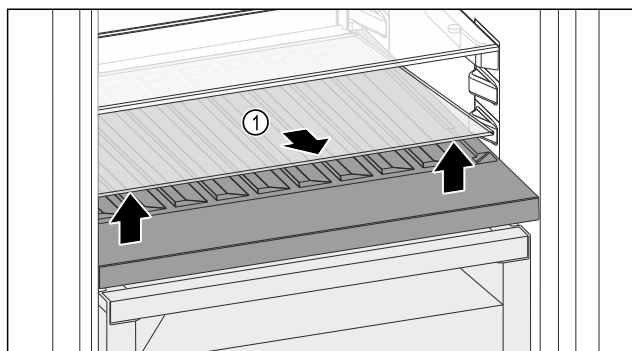

Fig. 96
- ▶ Skleněnou desku Fig. 96 (1) zvedněte za vybrání vpředu a vyjměte ji.
- ▶ Skleněnou desku Fig. 96 (1) uložte bezpečně mimo spotřebič.